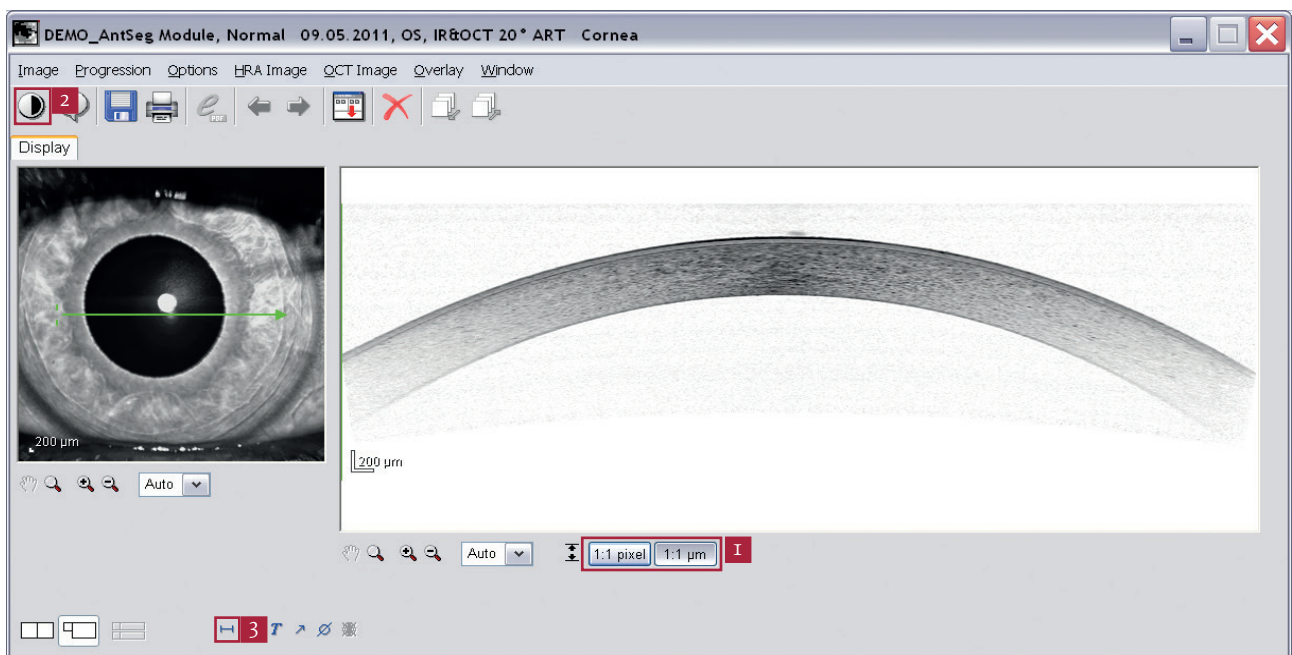

Abb. 2: Analysefenster Korneaaufnahme
- ✓ Auswahl der Darstellung der OCT-Scan-Ansicht 1:1  $\mu\text{m}$  (Abb. 2 **1**). In der 1:1 Pixel Darstellung ist das Messwerkzeug nicht verfügbar.
- ✓ Ist die Struktur der Kornea nicht scharf abgegrenzt zu erkennen, kann der Bildkontrast des OCT-Scans erhöht werden (Abb. 2 **2**).
- ✓ Distanzmesswerkzeug (Abb. 2 **3**) durch Mausklick auswählen.